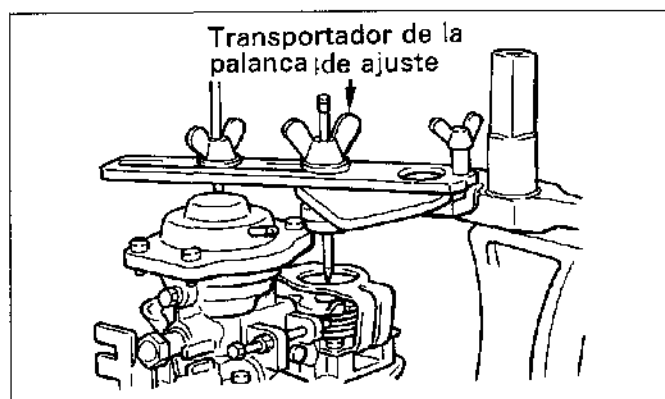

Figura.15-37
(1) Extraiga el RPS y fije la placa del índice de ángulo ajustando el centro de la placa del índice de ángulo del transportador de la palanca de ajuste. (Vea la figura.15-37)